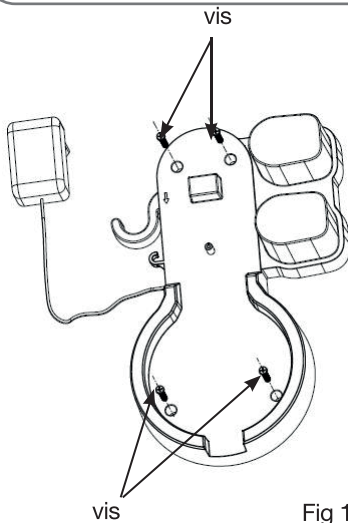

Fig 1
1. Placez le support contre le mur à l'emplacement désiré, à proximité d'une prise électrique (figure 1). Veillez à ce que la hauteur du support corresponde à celle de l'aspirateur.